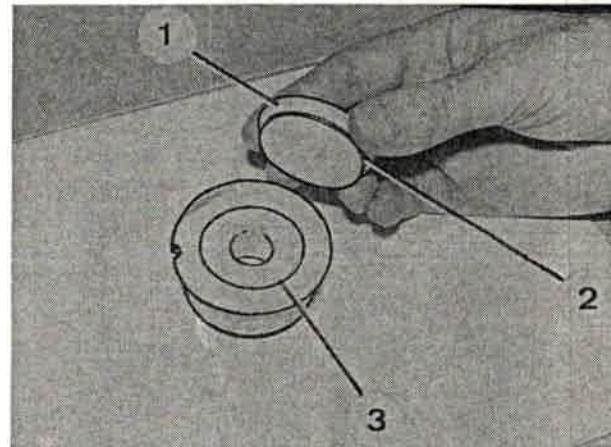

Bild 239
7. Zum Einfärben Verschluß (Bild 239/1) der Farbpatrone herausschrauben und Filzeinsätze (Bild 239/3) der Farbpatrone mit Tinte tränken.
8. Dichtring (Bild 239/2) prüfen, ggf. neuen verwenden und Verschluß wieder einschrauben.